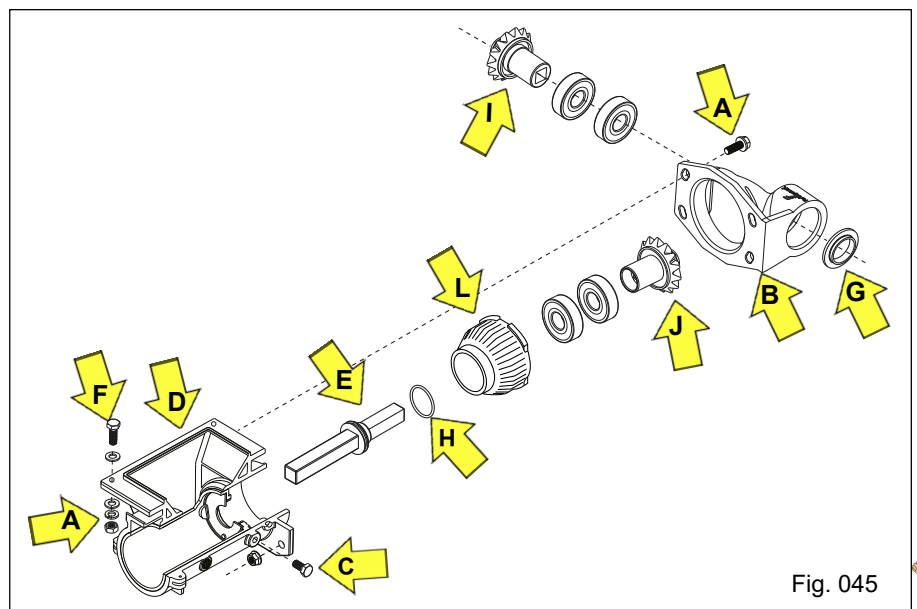

Fig. 045
e) Para a troca, limpeza ou substituição dos rolamentos e componentes do conjunto, retire o conjunto dosador da Plantadora através da remoção do eixo acionador e buchas de união, afrouxe e retire os parafusos de fixação do dosador na base do distribuidor. A seguir retire os quatro parafusos e porcas "A" de fixação do mancal suporte dos pinhões de transmissão "B", afrouxe e retire os parafusos "C" de fixação do revestimento "D", retirando a seguir o conjunto. Retire o eixo acionador "E" e remova a bucha "L" dos mancais do rolamento, fazendo a limpeza ou substituição necessária (Fig. 045).
Observe se há necessidade de montar arruelas de ajuste "H" nos pinhões "I e J". Havendo necessidade de substituição dos pinhões, troque as tuas peças, ou seja o pinhão motriz "I" e o pinhão movido "J". Aproveite para verificar as condições do parafuso "F", caso os mesmos apresentarem corrosão excessiva, deve substituir por parafuso de inox (Fig. 045).